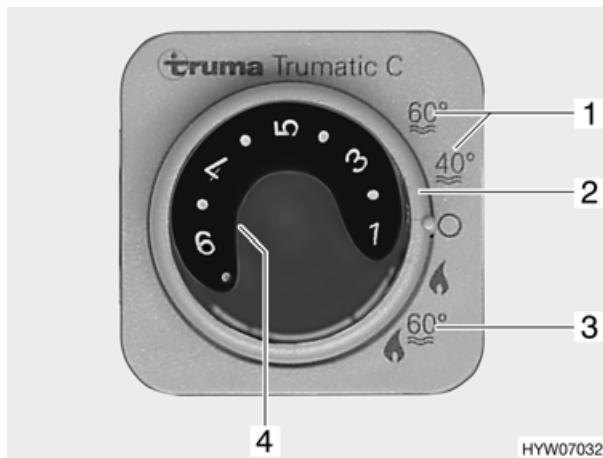
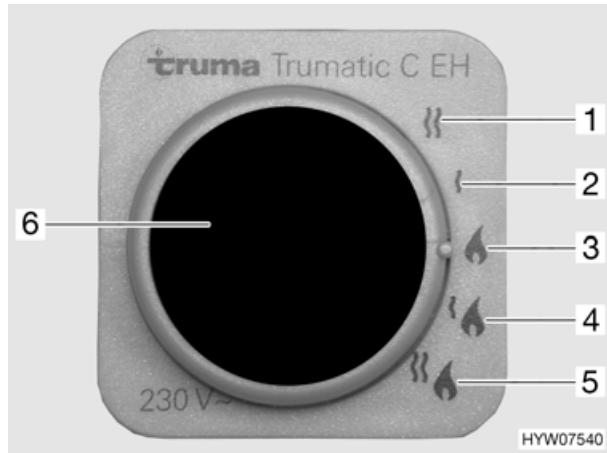

Bild 75 Bedieneinheit für Heizung/Boiler
Bild 76 Energie-Wahlschalter für Heizung/Boiler
Der Boiler ist in der Heizung integriert und wird mit Gas (Variante 1) bzw. mit Gas oder Strom (Variante 2) betrieben. Der Boiler wird an der Bedieneinheit (Bild 75) mit dem Drehschalter (Bild 75,2) eingeschaltet. Am Energie-Wahlschalter (Bild 76) wird die Energieart vorgewählt (Variante 2).
Bei Winterbetrieb "Heizung und Boiler" (Bild 75,3) wird beim Einschalten der Heizung automatisch auch das Wasser im Boiler erhitzt. Schaltet die Heizung bei Erreichen der gewünschten Raumtemperatur ab, so heizt der Boiler weiter, bis die Wassertemperatur erreicht ist.
Bei Sommerbetrieb (Bild 75,1) wird nur das Wasser im Boiler auf 40 °C oder 60 °C erhitzt. Das Wasser wird in ca. 1 Stunde auf 60 °C erhitzt. Die gelbe Kontroll-Leuchte (Bild 75,4) leuchtet während der Aufheizphase des Boilers.
- An der Bedieneinheit (Bild 75) Drehschalter (Bild 75,2) auf "Sommerbetrieb" (Bild 75,1) stellen.
Gelbe Kontroll-Leuchte (Bild 75,4) leuchtet während der Aufheizphase. Bei Erreichen der eingestellten Wassertemperatur ist die Aufheizphase beendet und die gelbe Kontroll-Leuchte erlischt.
- An der Bedieneinheit (Bild 75) Drehschalter (Bild 75,2) auf "Aus" stellen.
- ▷ Wenn der Boiler an der Bedieneinheit (Bild 75) auf Sommerbetrieb (Bild 75,1) gestellt ist und der Energie-Wahlschalter auf Mischbetrieb (Bild 76,4 oder 5) gestellt wird, arbeitet der Boiler dennoch nur im 230-V-Betrieb. Der Gasbrenner wird nicht zugeschaltet.
- Gasbetrieb (Bild 76,3)
- 230-V-Elektrobetrieb mit den Leistungsstufen 900 W (Bild 76,2) oder 1800 W (Bild 76,1)
- Gasbetrieb und 230-V-Elektrobetrieb (Mischbetrieb) mit den Leistungsstufen 900 W (Bild 76,4) oder 1800 W (Bild 76,5)
Die Kombination Gasbetrieb und 230-V-Elektrobetrieb verkürzt die Aufheizzeit (nur möglich wenn der Boiler an der Bedieneinheit (Bild 75) auf Winterbetrieb gestellt ist).
Wenn der 230-V-Elektrobetrieb gewählt ist, leuchtet die gelbe Kontroll-Leuchte (Bild 76,6).